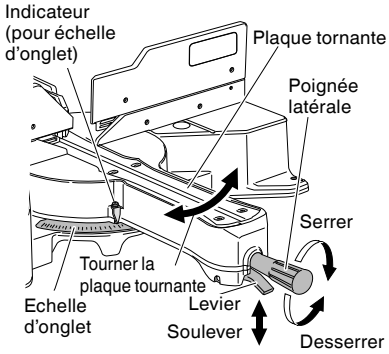
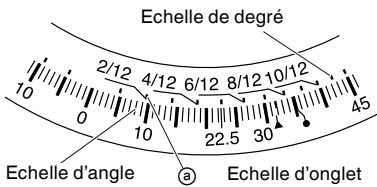

Fig. 32
Fig. 33
- (1) Desserrer la poignée latérale et tirer vers le haut le levier des butées d'angle. Cela fait, régler la plaque tournante jusqu'à ce que l'indicateur soit aligné avec le réglage désiré sur l'échelle de coupe d'onglet (Fig. 32).
- (2) Resserrer la poignée latérale pour fixer la plaque tournante à la position voulue.
- (3) L'échelle d'onglet (Fig. 33) indique à la fois l'angle de coupe de l'échelle d'angle et le degré de l'échelle de degré.
- (5) En conséquence, pour couper une pièce à un angle de 2/12, régler l'indicateur sur la position ⓐ, comme indiqué à la Fig. 33.